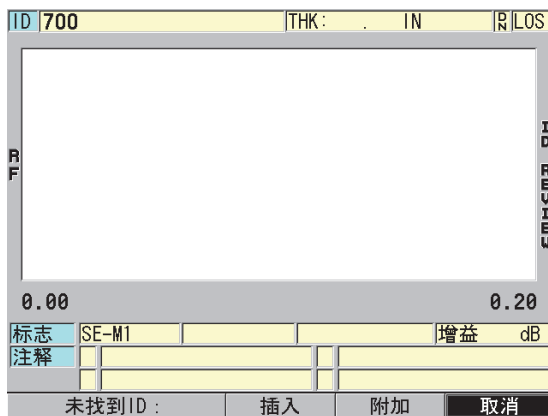

图 11-29 当数据库中不存在被编辑的 ID 码时所出现的提示信息
6. 如果被编辑的 ID 码在数据库中不存在, 则帮助文本栏中会出现一条消息, 如第 206 页的图 11-29 所示, 用户可选择**插入**, 在当前 ID 码前插入新的 ID 码。